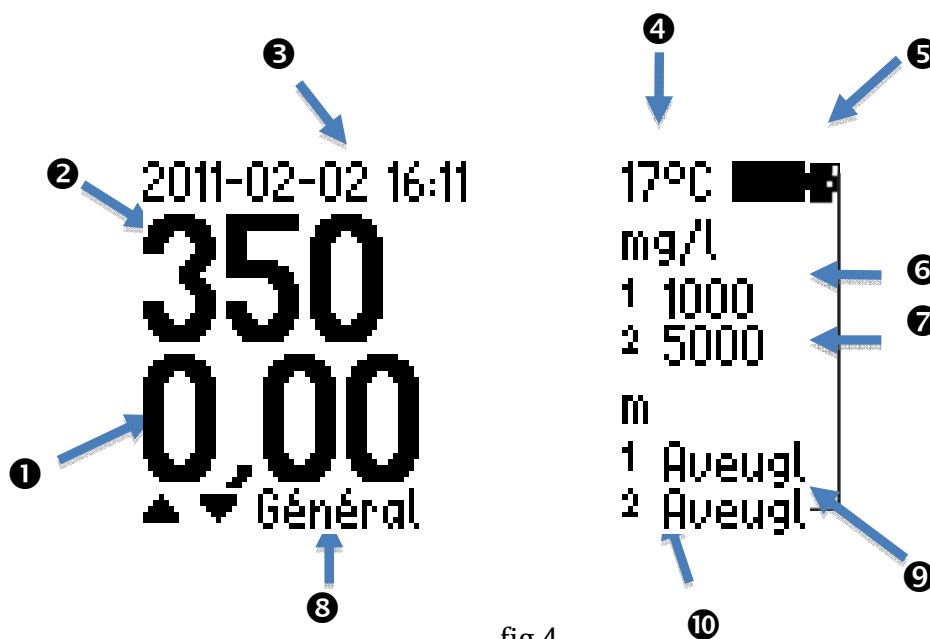

fig 4
A la mise en marche, l'affichage sera selon la figure 4, voir description sur la figure 5. Les valeurs de concentration et la profondeur sont affichées à gauche. Les valeurs d'alarmes sont affichées à droite, flottants (6) et voile de boue (7) avec les profondeurs de ces alarmes en (9) & (10), juste en dessous. La profondeur est indiquée comme "aveugle" jusqu'à ce que l'alarme pour chaque concentration soit atteinte. L'heure et la date ainsi que la température sont indiquées en haut de l'écran.